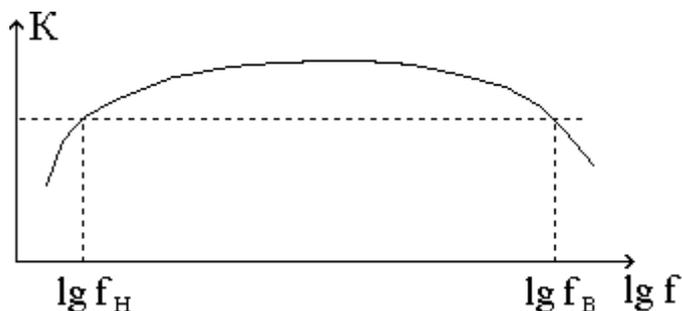

Рис. 45
**Частотная или амплитудно-частотная характеристика усилителя** - это зависимость коэффициента усиления  $K$  от частоты  $f$  (рис. 45). Частоту  $f$  по оси  $X$  обычно откладывают в логарифмическом масштабе. Иногда частотную характеристику усилителя строят, откладывая по оси  $Y$  значения коэффициента частотных искажений  $M$ (дБ), а по оси  $X$  - десятичный логарифм частоты  $f$ . При усилении речи и музыки усилителями среднего класса допускают частотные искажения  $\pm 3$  дБ.
Диапазон усиливаемых частот определяется из амплитудно-частотной характеристики с учетом допустимых частотных искажений. Амплитудно-частотная характеристика усилителя - это зависимость коэффициента усиления по напряжению от частоты. Из рис. 45 видно, как определить диапазон